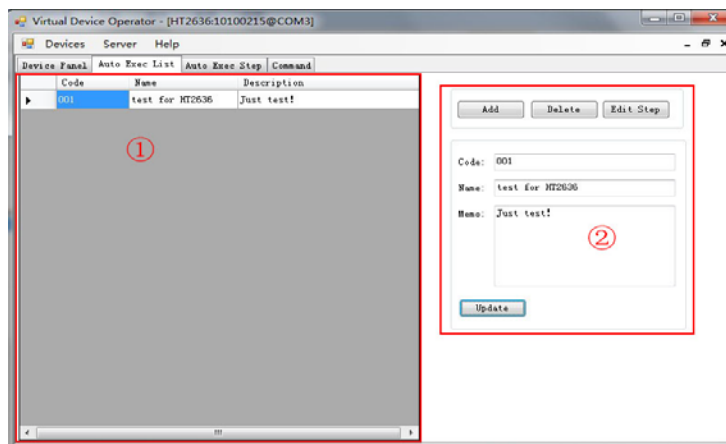

图 10 Auto Exec List
图 10 为 Auto Exec List 选项卡的内容，标注①处为用户定义的自动执行名称列表，包括 Code、Name 和 Description 三项内容。标注②处为对自动执行名称列表编辑的区域：“Add”为添加新的自动执行名称；“Delete”为删除选中的自动执行名称；“Update”为更新选中的自动执行名称；“Edit Step”跳转到 Auto Exec Step 选项卡编辑选中的自动执行名称的自动执行步骤。